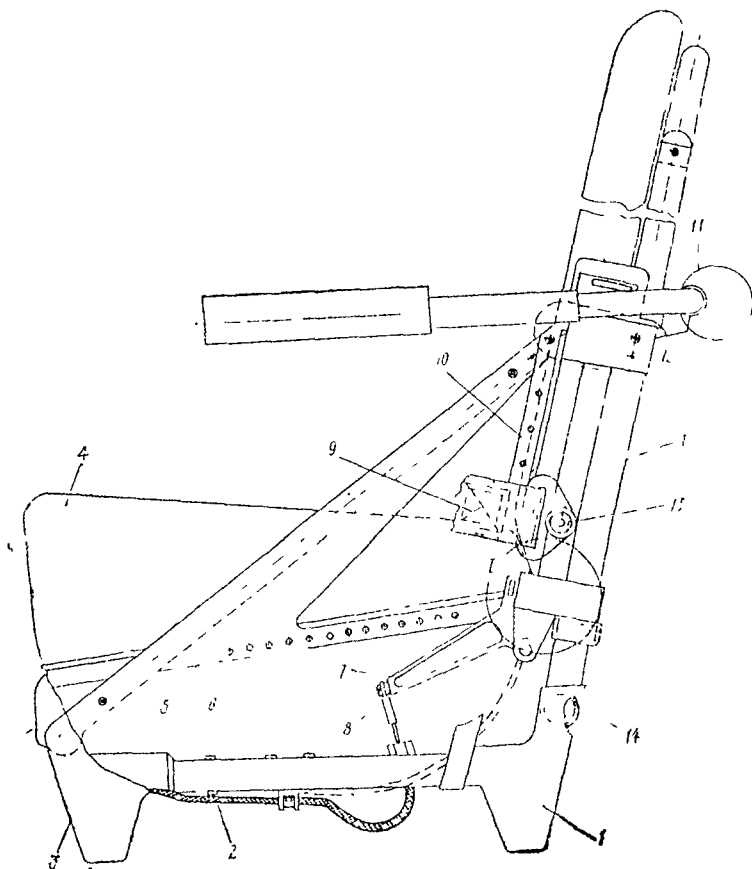

Рис. 6.11. Кресло пилота.
12. Снимите ремень привязной 9 (рис. 6.11), вывернув две гайки 13 и сняв две шайбы.